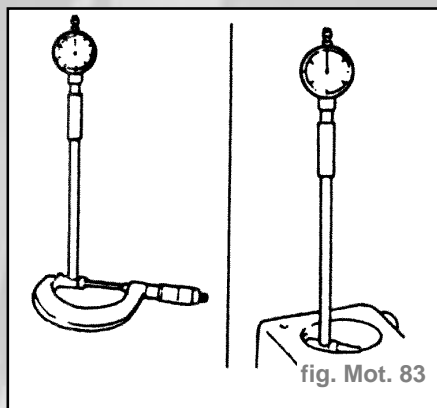

fig. Mot. 83
- Mesurer l'alésage du cylindre en croix en bas, au centre et en haut (fig. Mot. 83).